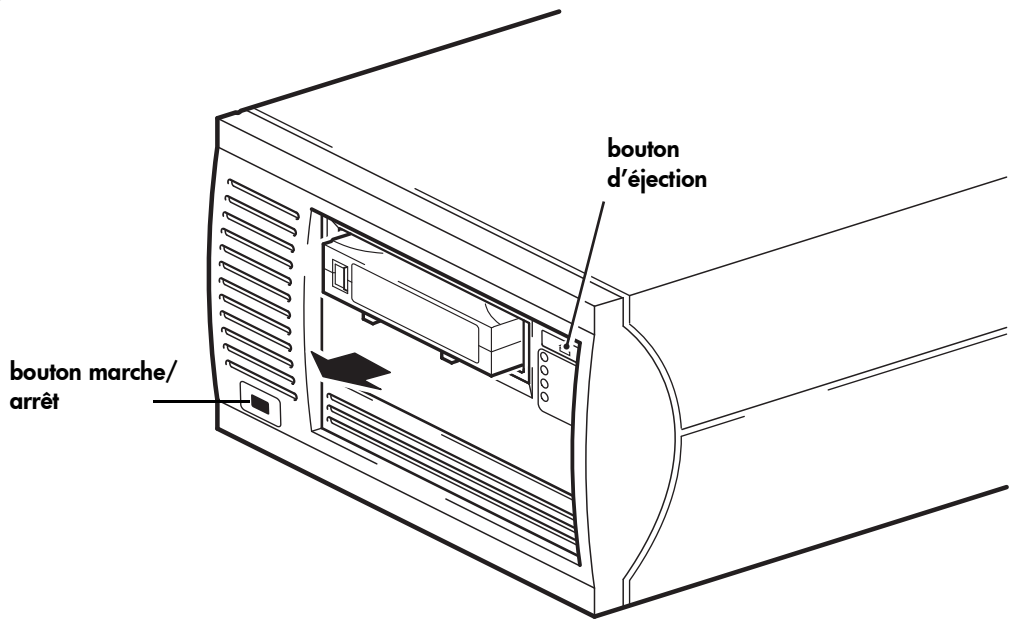

Figure 7b : déchargement d'une cartouche
- 1 Appuyez sur le bouton d'éjection sur la face avant (voir Figure 7b.)